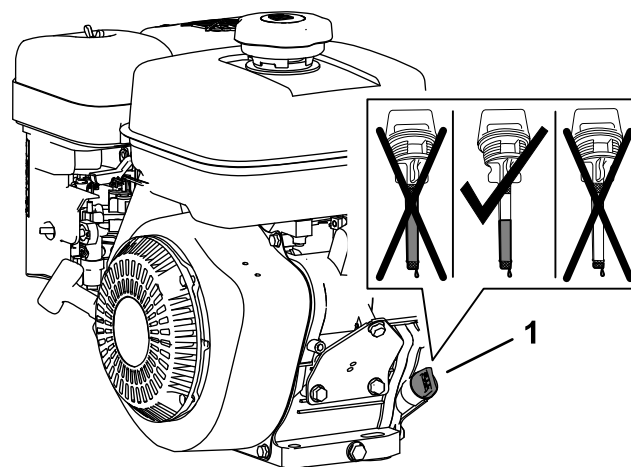

Figure 16
- Sortez la jauge du goulot de remplissage du moteur et essuyez-la jauge sur un chiffon propre (Figure 16).
- Versez lentement 0,6 l de l'huile spécifiée dans le carter moteur par le goulot de remplissage (Figure 16).
Remarque: Le niveau d'huile moteur doit recouvrir la zone hachurée sur la jauge (Figure 16).